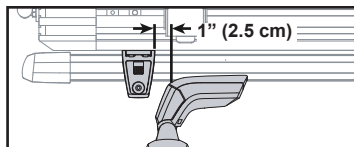

Figure 2
- Ne pas positionner la quincaillerie de montage à plus de 2,5 cm (1 po) à l'extérieur des pieds (voir la figure 2).